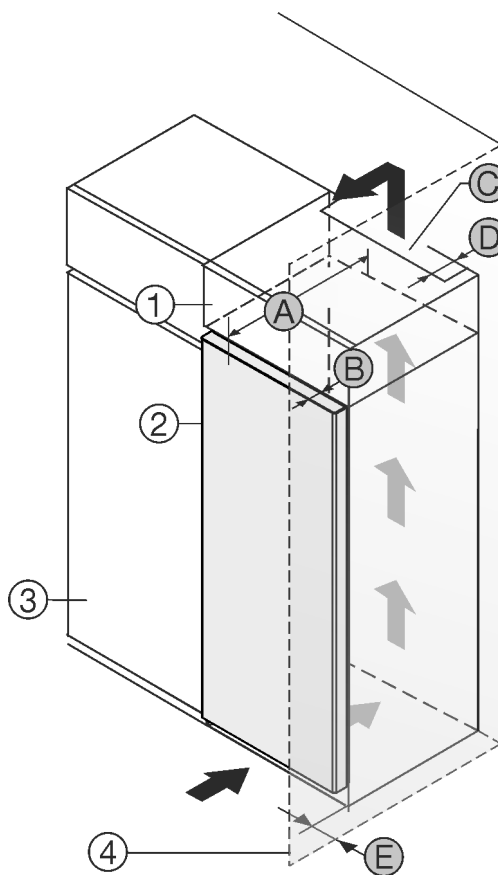

Fig. 1
- (1) Nástavná skříňka *
- (2) Příklad *
- (3) Kuchyňská skříň *
- (4) Stěna *
- (5) Hloubka přístroje *
- (6) Hloubka dvírek *
- (7) Ventilační průřez *
- (8) Vzdálenost zadní strany přístroje *
- (9) Vzdálenost k zadní straně přístroje *
Můžete přístroj nainstalovat přímo vedle kuchyňské skříňky Fig. 1 (3).*
Na zadní straně nástavné skříňky musí být větrací šachta hluboká Fig. 1 (7) přes celou šířku nástavné skříňky.*
Pod stropem místnosti musí být dodržen ventilační průřez Fig. 1 (7).*
Když přístroj instalujete závěsy vedle stěny Fig. 1 (4), musí být vzdálenost mezi přístrojem a stěnou minimálně 13 mm.*
Když přístroj instalujete závěsy vedle stěny Fig. 1 (4), musí být vzdálenost mezi přístrojem a stěnou minimálně 20 mm.*
Aby bylo možné dvířka plně otevřít, musí přístroj přesahovat o hloubku dvírek Fig. 1 (6) vůči přední linii kuchyňské skříňky. V závislosti na hloubce kuchyňských skříňek Fig. 1 (3) a použití vymezených odstupů od stěny může přístroj vyčnívat dále.*